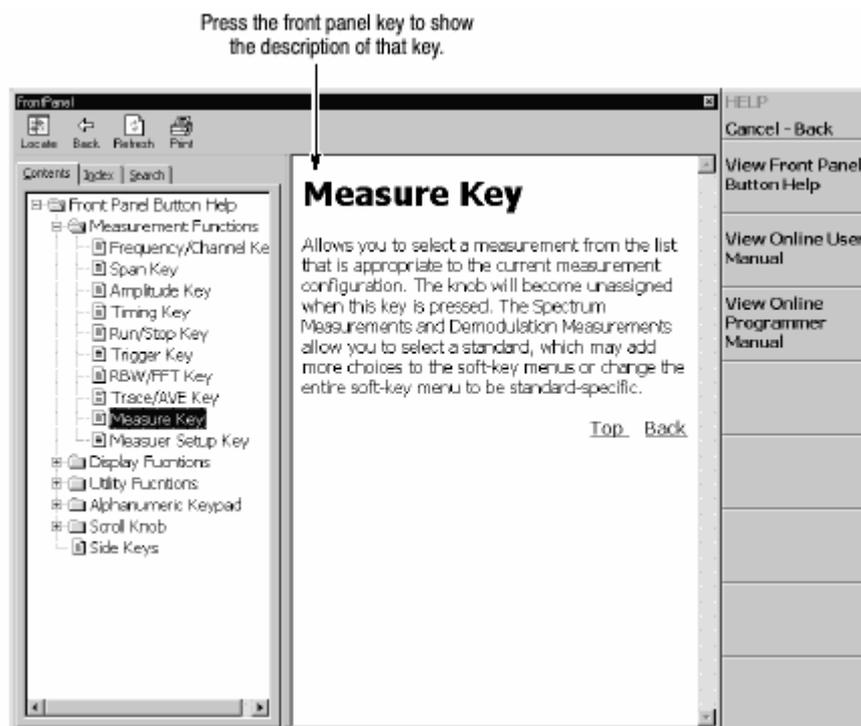

图 3-94 前面板键的在线帮助
- a. 若选 View Front Panel Button Help：按前面板键，接收所要信息。例如，按压 MEASURE 键显示该键信息 (说明) (见图 3-94)。